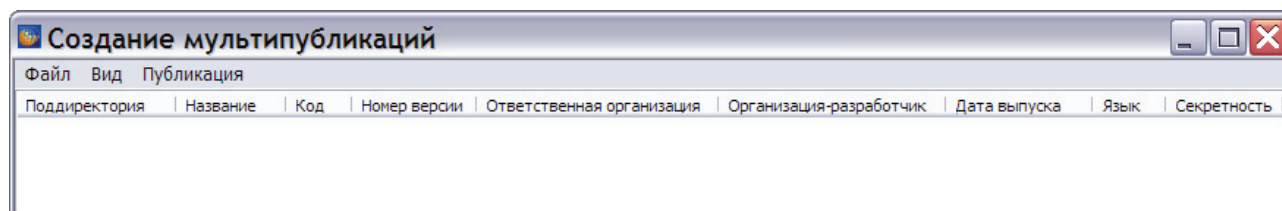

Рис. 3.125
3. Запустите файл утилиты TGMultipubCreator.exe. После этого откроется окно **Создание мультипубликаций** (Рис. 3.125).